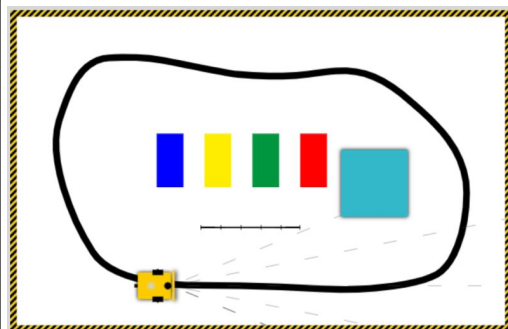

Abbildung 54¹⁾
3. „Spielen“ Sie mit den Werten der Variablen, um eine homogene, flotte Fahrt zu erreichen (Umgebung nach Abb. 54). Veränderungen sind erst nach Neustart des Programms gültig.